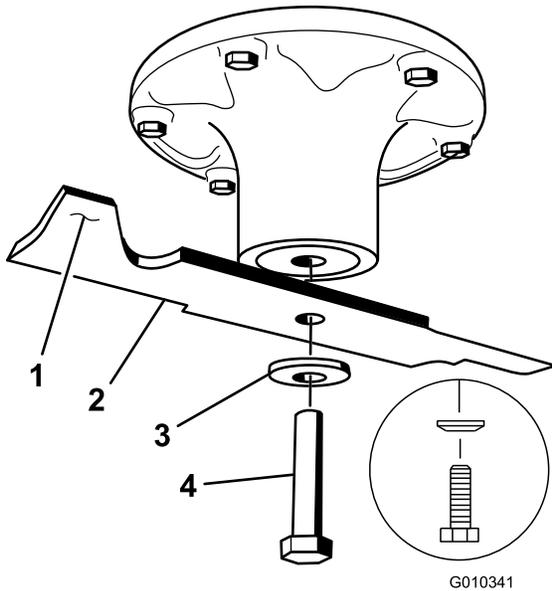

図 68
2. スピンドルのシャフトからブレードボルト、湾曲ワッシャ、ブレードを取り外す 図 68。